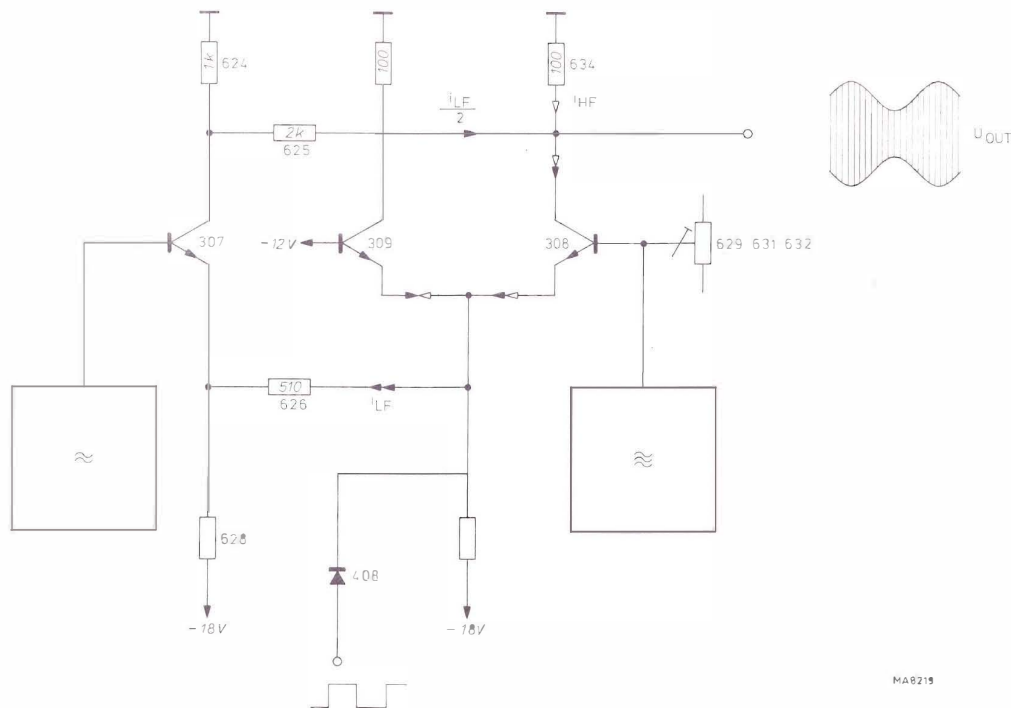

Fig. 26. Amplitude modulator
3.1.2. AMPLITUDE MODULATOR (Fig. 26)